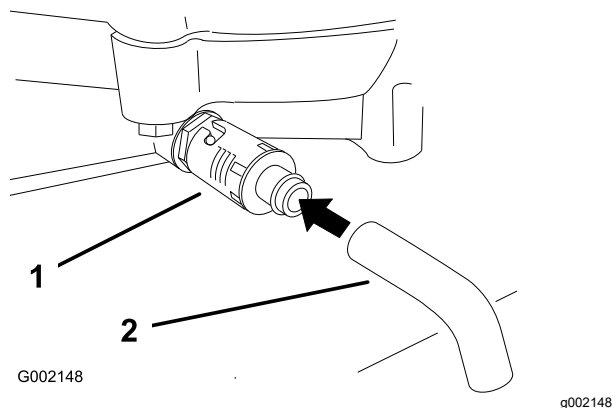

Рисунок 31
4. Поместите поддон под сливное отверстие. Поверните клапан слива масла, чтобы дать маслу стечь (Рисунок 31).